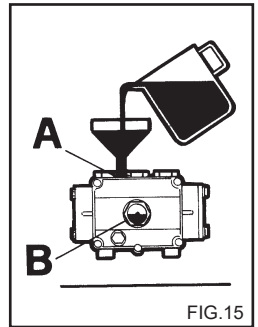

FIG.15
- 4) Avvitare il tappo di scarico ed introdurre l'olio dal foro superiore (fig. 15 A) fino al livello indicato sulla spia (fig. 15 B).